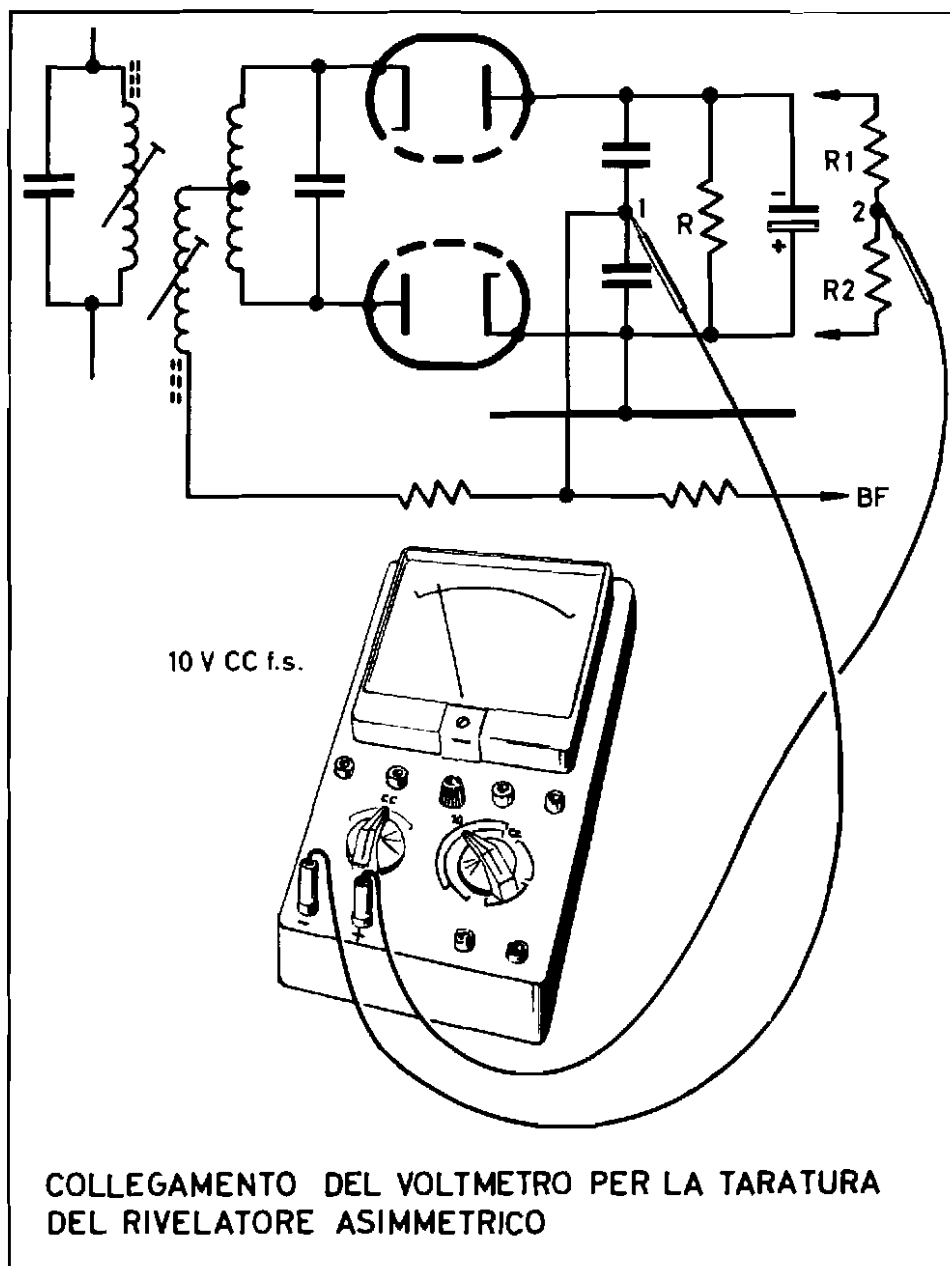

Fig. 14
a) Per eseguire la taratura di questo rivelatore è necessario dissaldare il resistore di rivelazione R (*fig. 14*) e collegare al suo posto due resistori (R1 e R2) aventi ciascuno un valore pari alla metà di quello del resistore R. Se, ad esempio, il resistore R è di 20 k Ω , lo si dissalda dal circuito e si collegano al suo posto due resistori in serie (R1 e R2) del valore di 10 k Ω ciascuno.